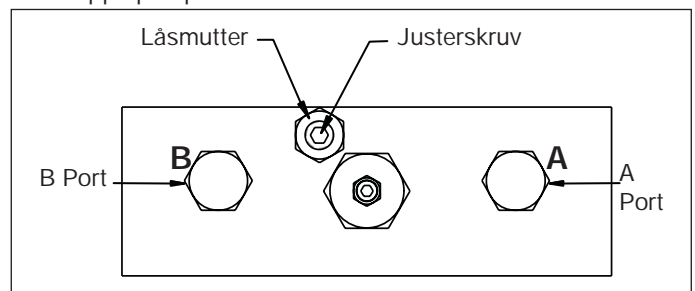

Figur 10, ventilhandtagslägen
4. Vrid reglerventilens handtag till neutral-/hållläget (3) (se figur 10 för handtagslägen).
6. Vrid reglerventilens handtag till framföringsläget (1). Låt trycket skapas.
4. Se till att reglerventilens handtag är i neutral-/hållläget (3) (se figur 10 för handtagslägen).
6. Vrid reglerventilens handtag till tillbakadragnings-/sätesläget (2) och låt systemtrycket byggas upp. B-portens tryckmätare bör visa 448 bar \pm 34 bar [6,500 psi \pm 500 psi].